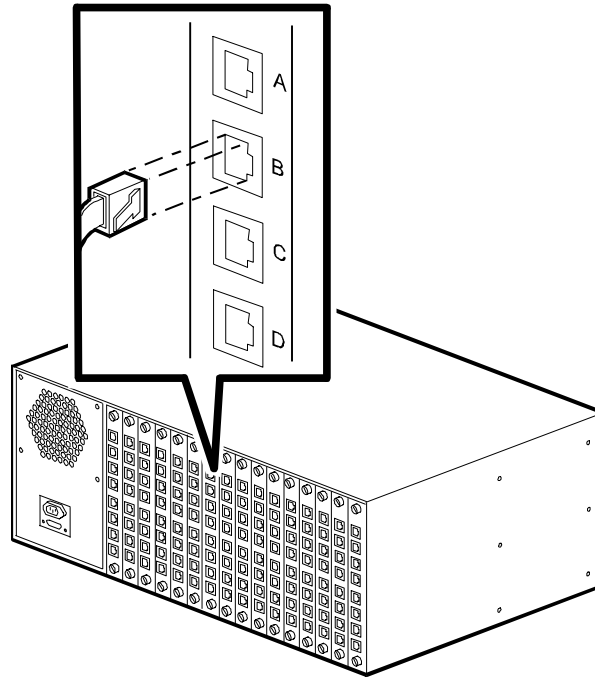

Figura 2-8. Conexión de los cables de teléfono RJ11
7. Si instaló tarjetas adaptadoras analógicas de 4 puertos, también necesitará conectar cables telefónicos. Enchufe los cables del conector del teléfono (RJ11) en los receptáculos RJ11 con las etiquetas **A**, **B**, **C** y **D** de la parte superior de cada tarjeta adaptadora. Use una línea de teléfono individual para cada receptáculo. Conecte el otro extremo de cada teléfono al enchufe para la conexión de línea a pared. Consulte la Figura 2-8.